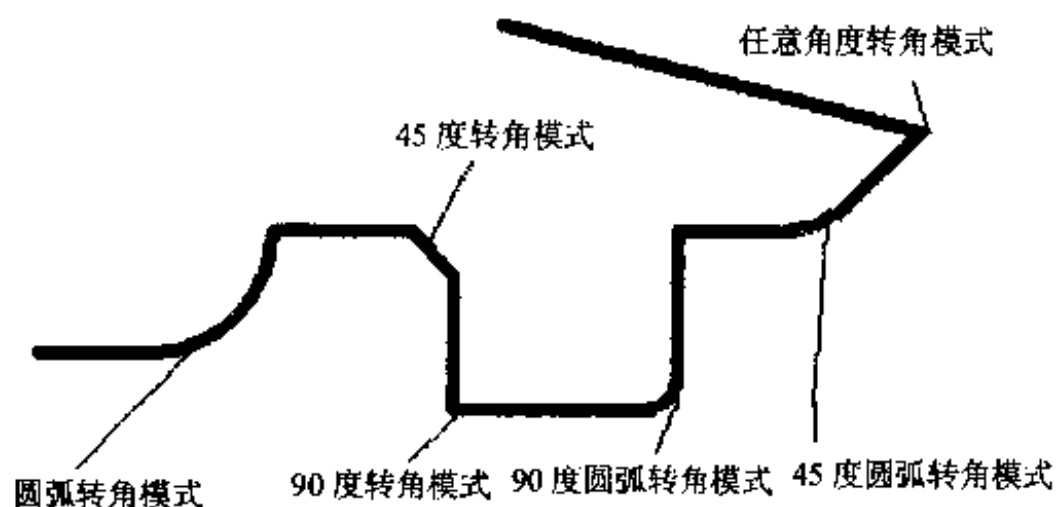

图 5-44 6 种转角模式
(1) 转角模式切换: 导线转角时采取什么方式, 这要涉及到转角模式。在 Protel 99 中, 系统提供了 6 种模式: 45 度转角模式、45 度圆弧转角模式、90 度转角模式、90 度圆弧转角模式、圆弧转角模式、任意角度转角模式, 如图 5-44 所示。